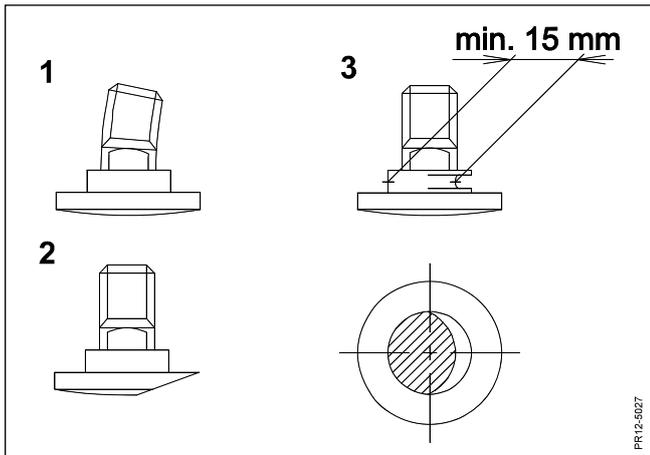

Fig. 5-7
- Fig. 5-7** Messerbolzen auswechseln, wenn: